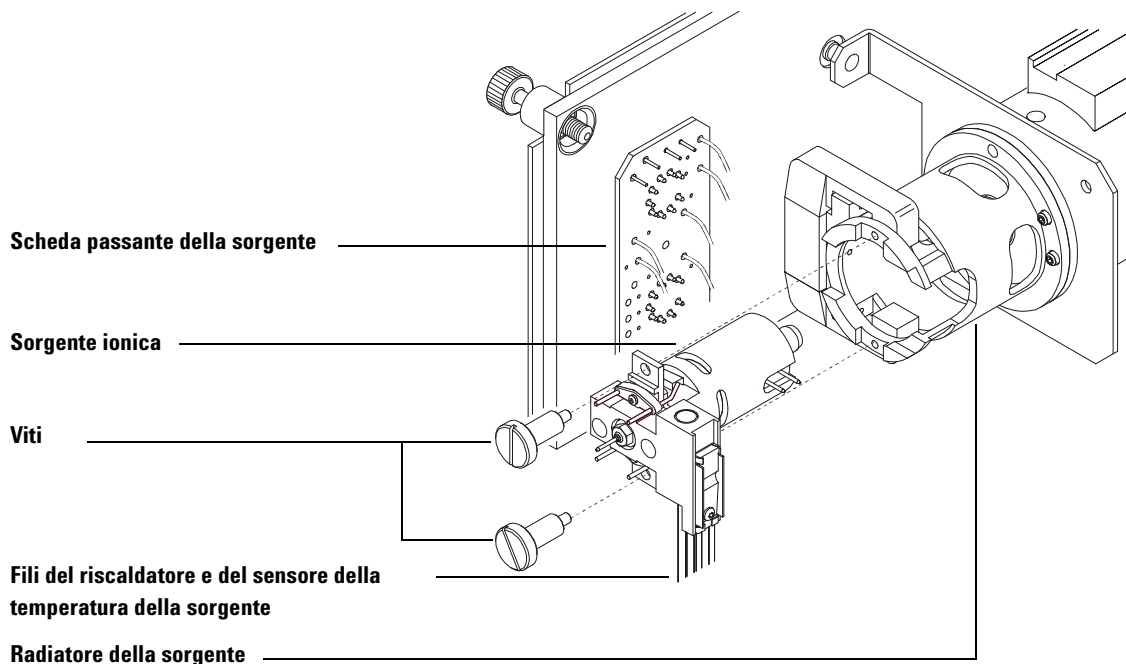

Figura 32 Rimozione della sorgente ionica
- 3 Scollegare i sette fili dalla sorgente ionica. Non piegare i fili più del necessario (Figura 32 e Tabella 22).